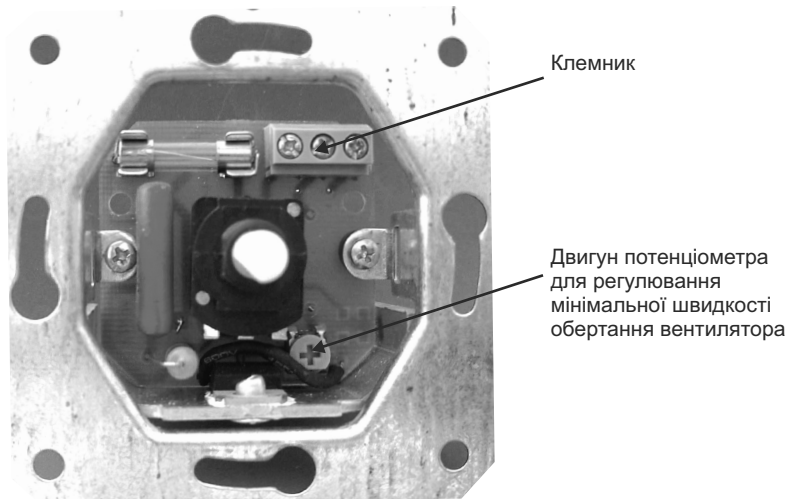

Рис. 2. Регулювання мінімальної швидкості
- встановити регулятор у монтажну коробку таким чином, щоб клемник (див. рис. 2) розташовувався зверху, та закріпити шурупами.
- за допомогою викрутки з ізольованою рукояткою обертати двигун потенціометра (дивись рис. 2), довівши швидкість обертання вентилятора до мінімальної;